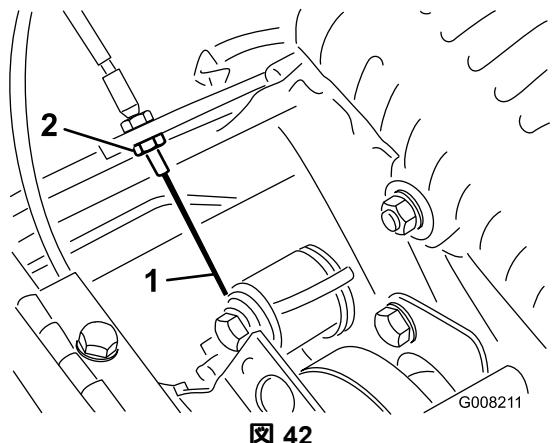

図 42
3. 走行ケーブルの前ジャムナットをゆるめ、後ジャムナット図 42を締めてケーブルの張りを出し、3-4 kgの力で走行コントロールがつながるようにする力の計測はコントロールノブの部分で行う。